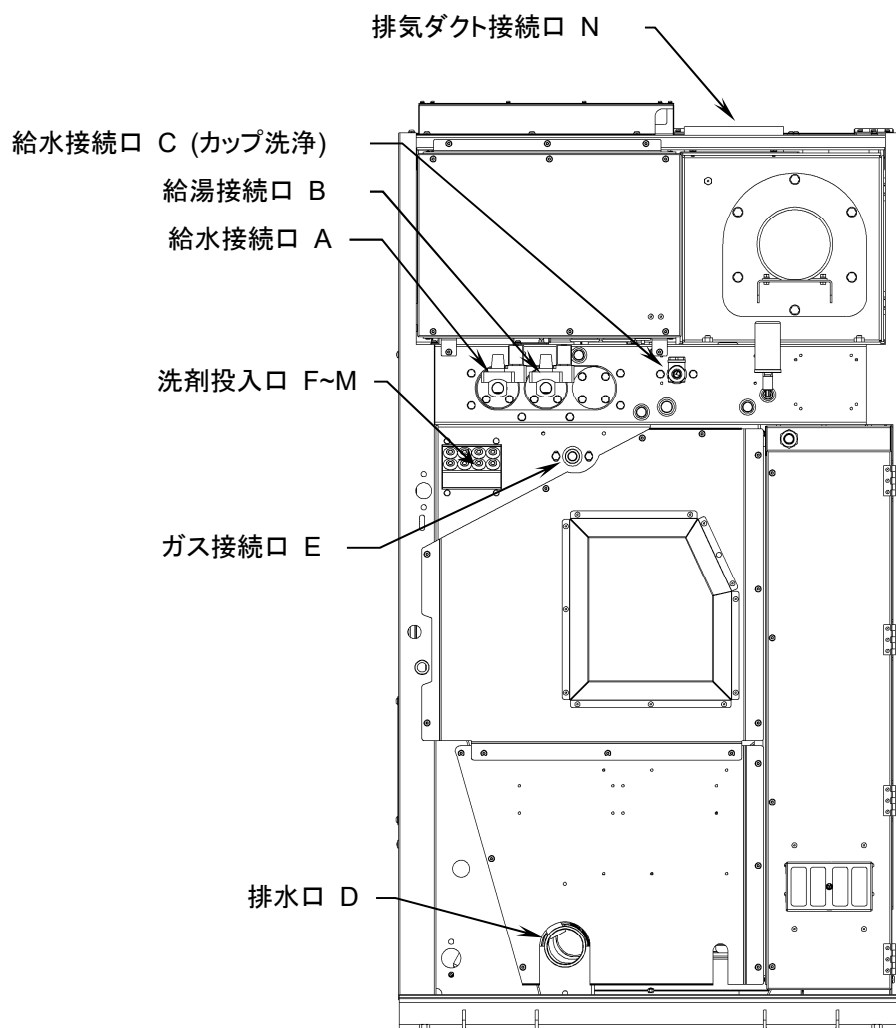

図 5-1
- ・ 給水接続口 A に配管を接続します。(図 5-1)
- ・ 給湯接続口 B に配管を接続します。(図 5-1)
- ・ 給水接続口 C に配管を接続します。(図 5-1)
- ・ 排水口 D に配管を接続します。(図 5-1)
- ・ ガス配管接続口 E に配管を接続します。(図 5-1)
- ・ 投入口 F~M に接続します。(図 5-1)
- ・ 排気ダクト接続口 N にダクトを接続します。機械の排気ダクト径は、外形 198φ です。(図 5-1)